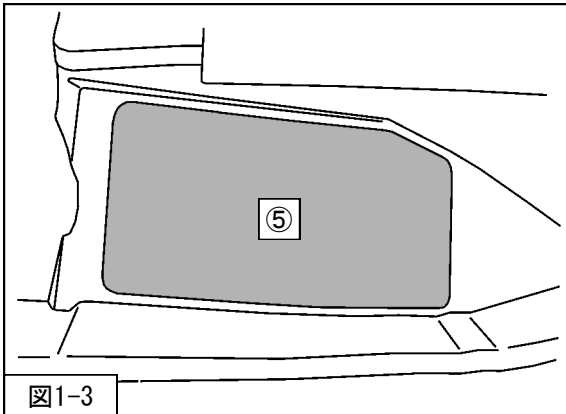

図1-3
4. ⑤メンテナンススリッドを取外してください。(図1-3)
を車両に取付けてください。（図1-3）